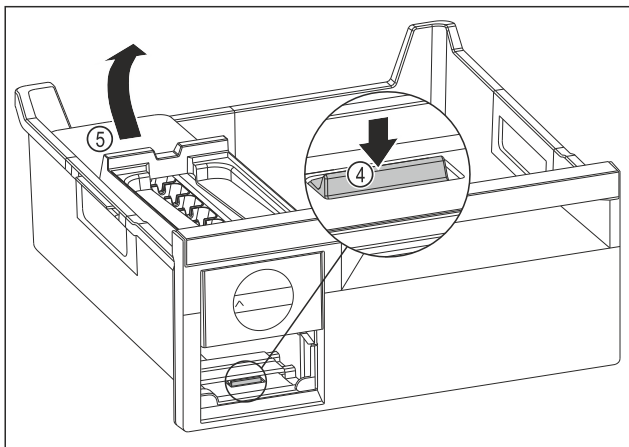

Fig. 141
- Estrarre il corpo dell'EasyTwist-Ice: Con un dito spingere la linguetta Fig. 141 (4) verso il basso e allo stesso tempo, con l'altra mano, sollevare il corpo dell' EasyTwist-Ice Fig. 141 (5) da dietro.